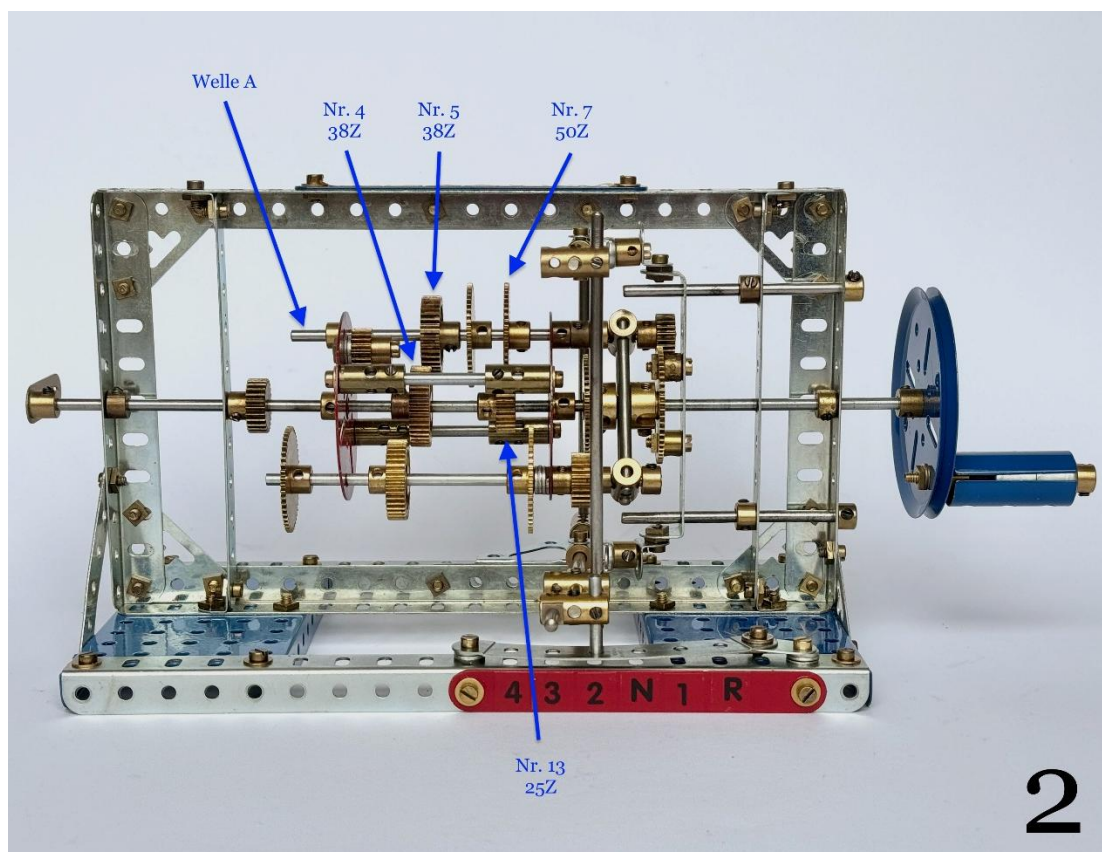

Abb. 09: Schaltbild 2. Gang
**2. Gang (Abb. 09):** Die Welle C (Antriebswelle) treibt über das Ritzel 13 das Zahnrad 7 auf der Welle A an. Das Zahnrad 5 auf der gleichen Welle kämmt durch die Verschiebung des Planetenträgers nun mit dem Zahnrad 4 und treibt dadurch die Welle D (Abtriebswelle) an.